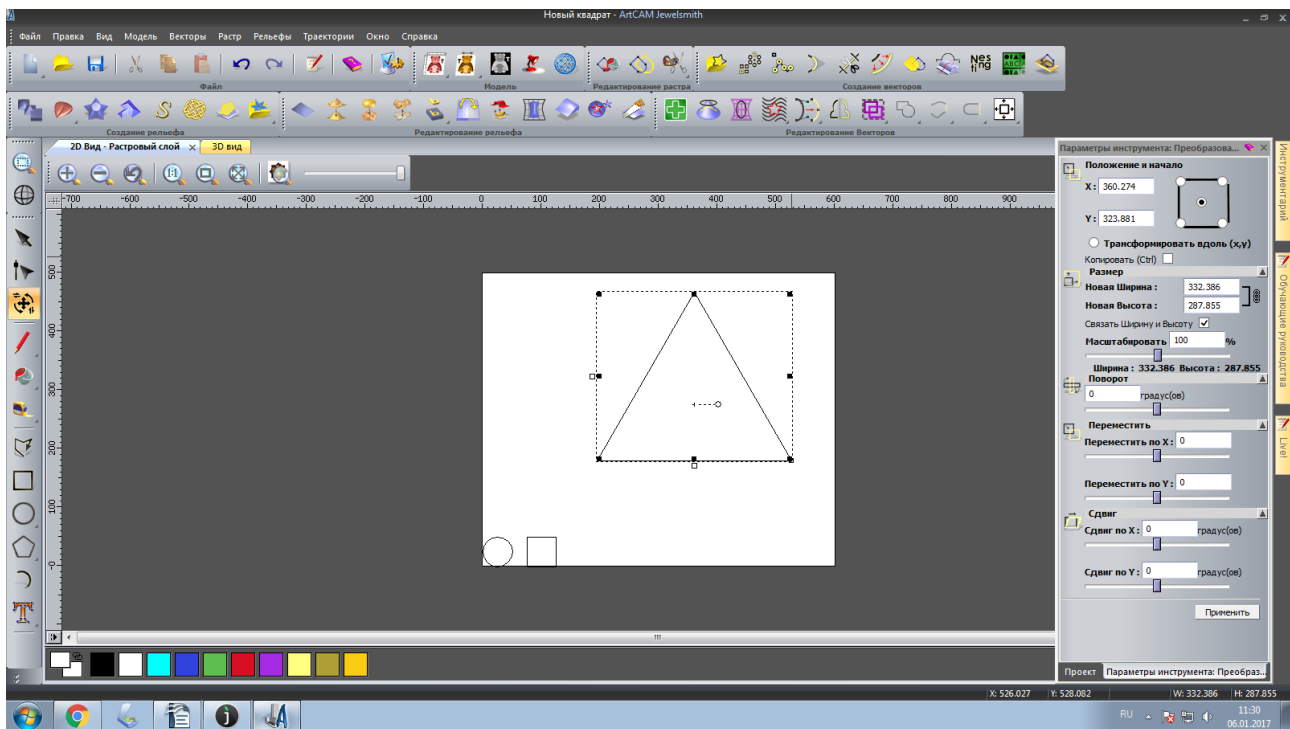

Рисунок 26. Выделение треугольника
27. Выделите треугольник.. С помощью инструмента «Преобразования» измените размеры и месторасположение треугольника, рисунок 26